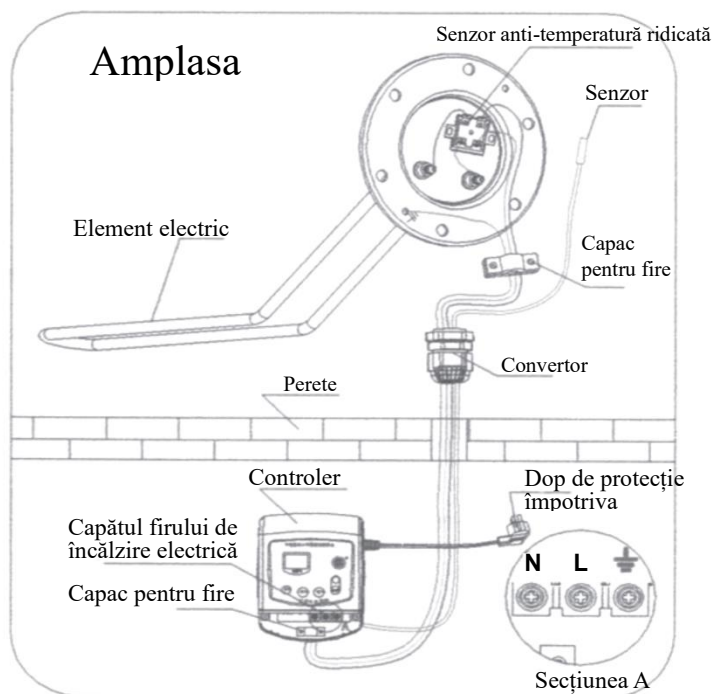
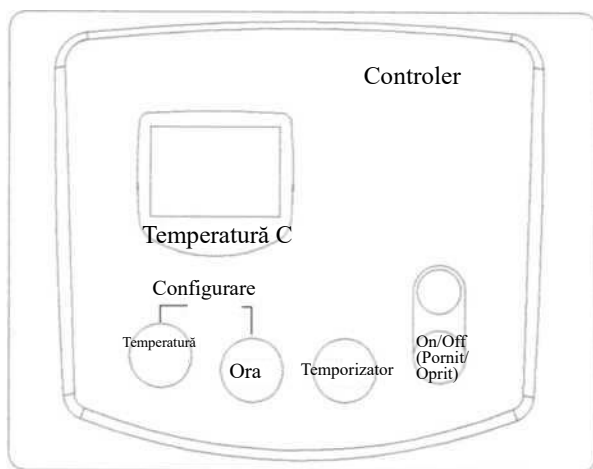

Fig.10
Fig.11
- ③ Utilizați fișa trifazică de protecție sigură, iar valoarea curentului nominal al prizei ≥ 10 A
- ④ Trebuie luate măsuri de siguranță și dispuse conform specificațiilor.
- ⑤ Instalarea microcontrolerului (Fig.10) Pentru detalii consultați manualul microcontrolerului. Pentru amplasament consultați (Fig. 10) și (Fig. 11), Consultați pagina 11 pentru detalii.